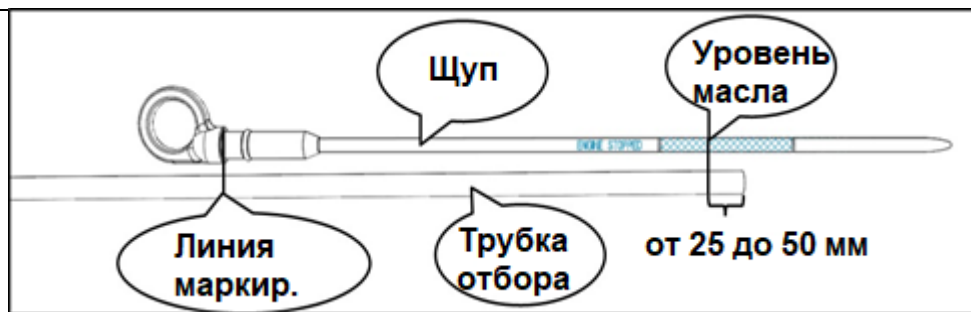

Рисунок 5 Способ изготовления трубки для отбора пробы масла
- Шаг 1** Приложите чистый кусок трубки к щупу и отметьте на трубке место, где находится щуп. Отрежьте трубку так, чтобы она была на 25-50 мм ниже уровня масла в масляном поддоне. См. рисунок 5